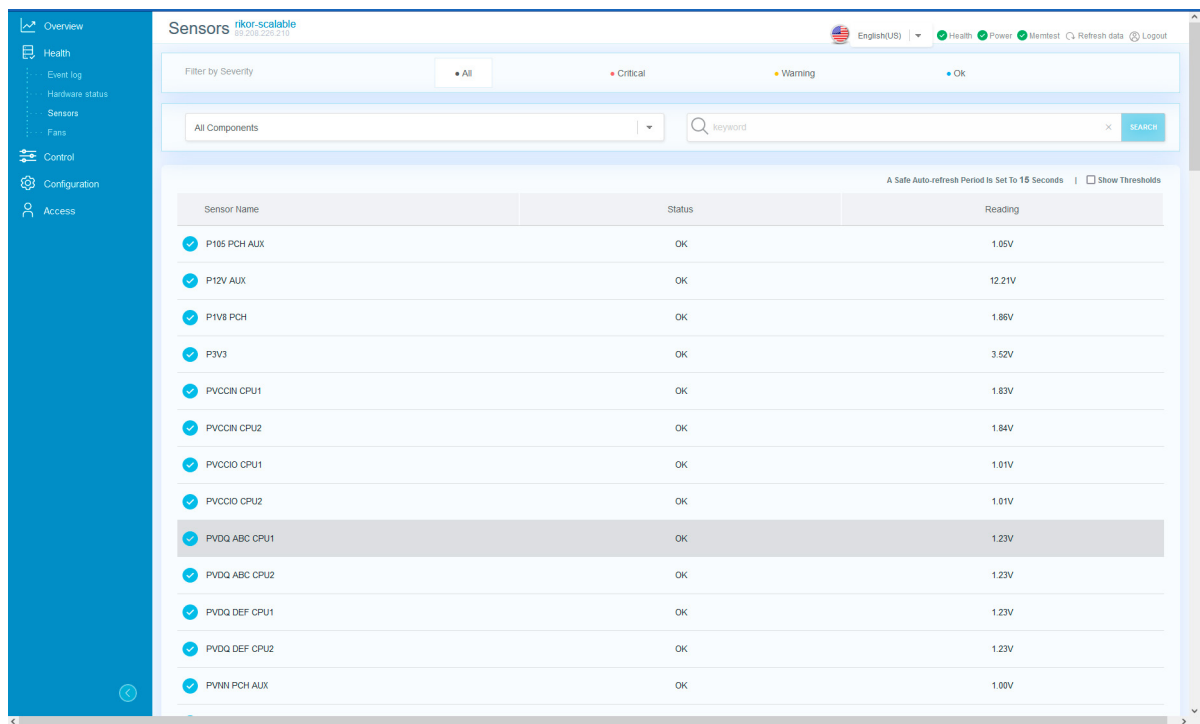

Рис. 70. Окно «Sensors»
- 4) Пройдите во вкладку «Health» → «Sensors» в данной вкладке отображается информация по датчикам установленным в сервере. В поле «Filter by Severity» произведите фильтрацию по степени серьезности события. В раскрывающемся списке выберите компонент сервера где хотите просмотреть состояния датчиков. В поле поиска произведите фильтрацию по ключевым словам датчиков. Окно показано на рис. 70 Окно «Sensors»